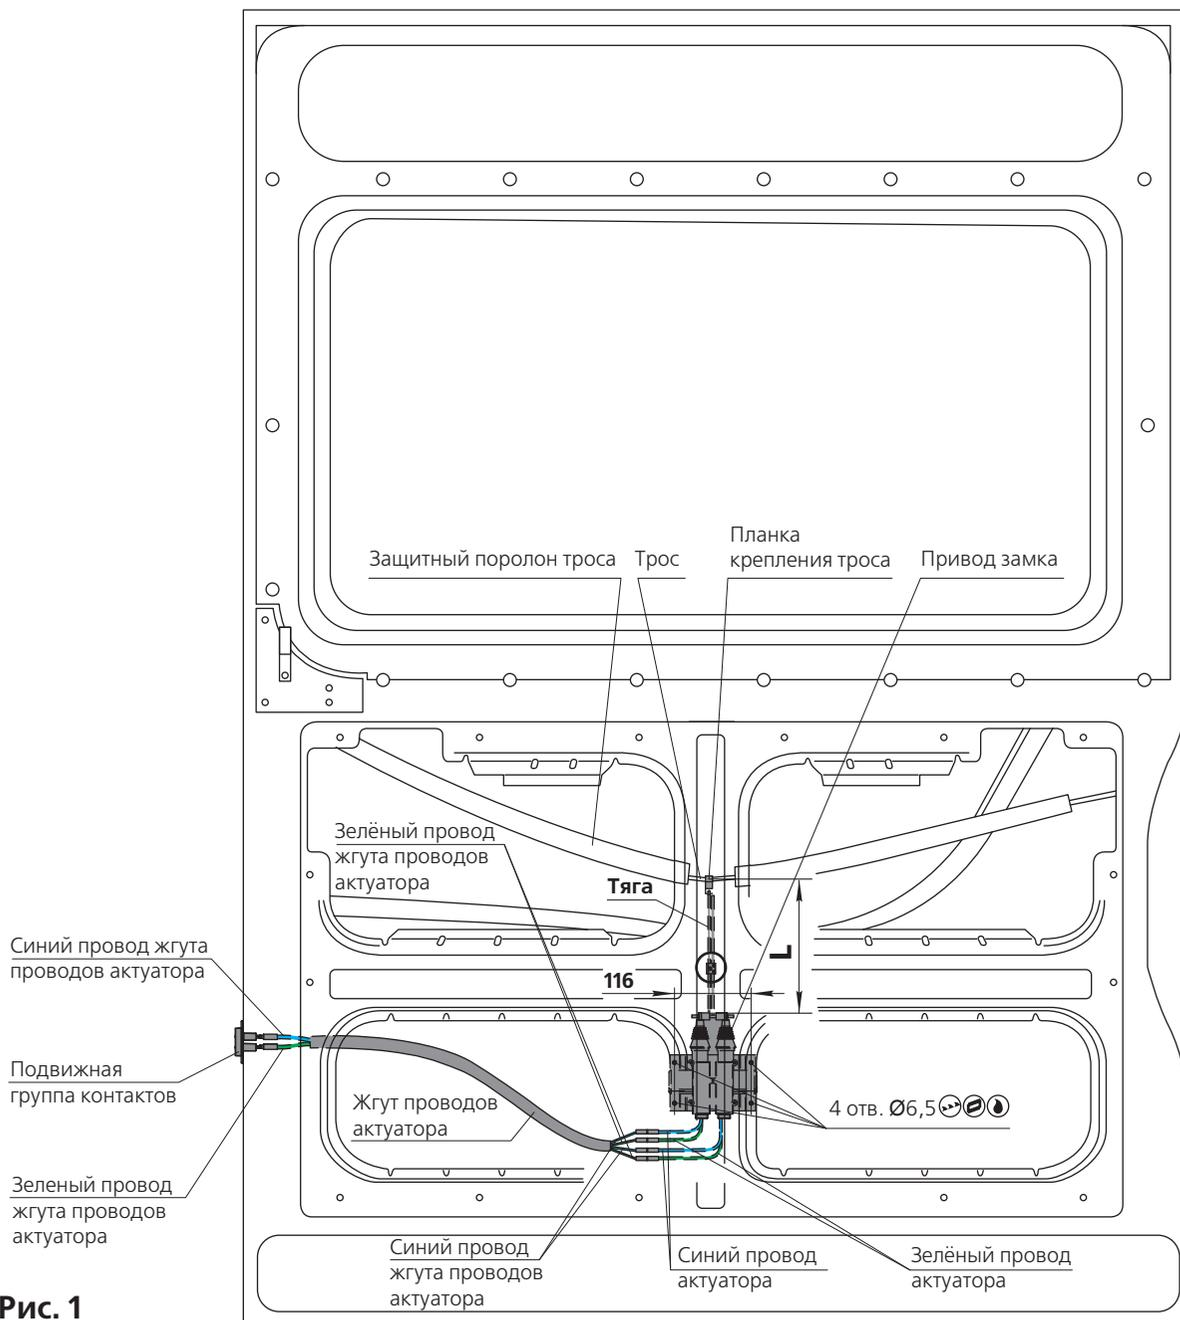

Рис. 1
2. Приложите кронштейн привода замка к месту указанному на рис.1. Разметьте 4 отверстия.